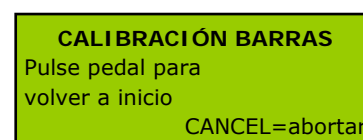

Figura 20.
- Una vez realizada la calibración, accione el pedal para volver al inicio. En esta fase se visualiza en pantalla la información que se muestra en la Figura 20.